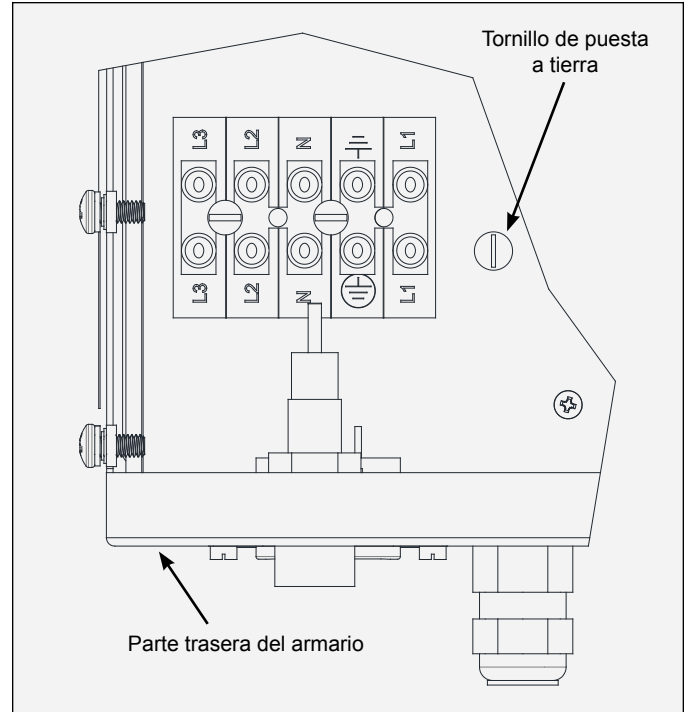
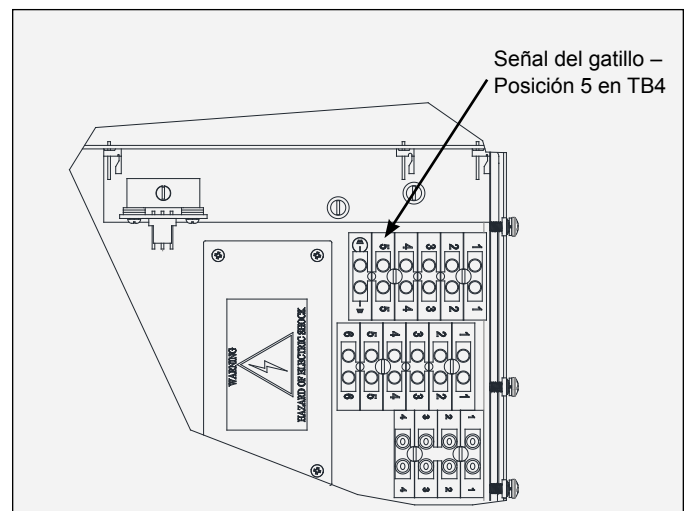

Figura 13: Tornillo de puesta a tierra en la placa de base
Figura 14: Bloque de terminales de señal de E/S remota
3. Si se está utilizando el interruptor de flujo, conecte el cable (verde) a tierra del interruptor de flujo al tornillo de puesta a tierra en la placa de base que se muestra en la Figura 13. El cable (negro) de señal del gatillo debe conectarse a la señal del gatillo en el conector de bloque de terminales de E/S remota (posición 5) como se muestra en la Figura 14.
4. El tablero local/remote (Conjunto #A13123), que se muestra en la Figura 14 al pie debajo del bloque de terminales de señal de E/S remota, está diseñado para protección del gatillo en modo REMOTE. Debe tener los puentes ajustados en "posición de derivación" para permitir la operación en modo LOCAL para el tipo de entrada deseada. La ubicación de los puentes en el tablero se muestra en la Figura 16. Utilice la tabla de ajustes de puente de modo LOCAL para establecer los ajustes de los puentes según su entrada específica.